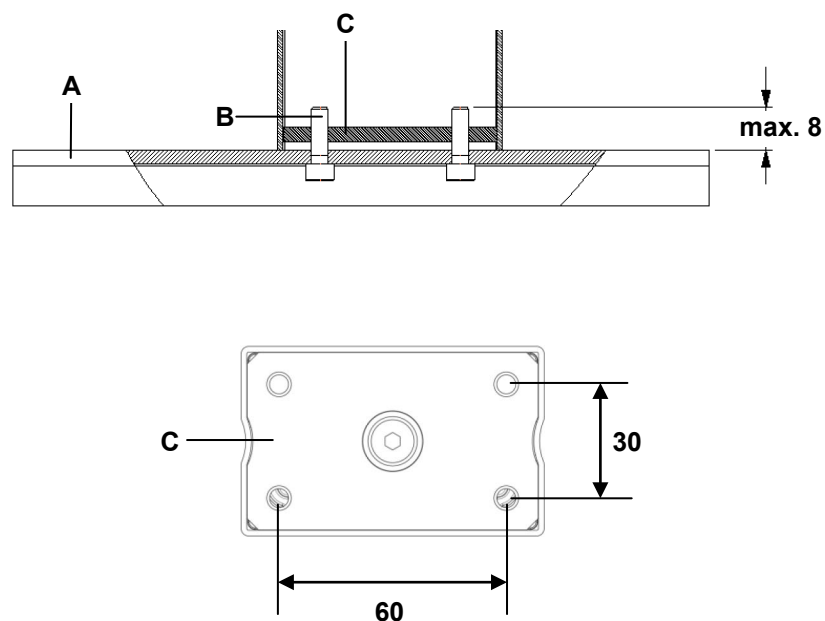
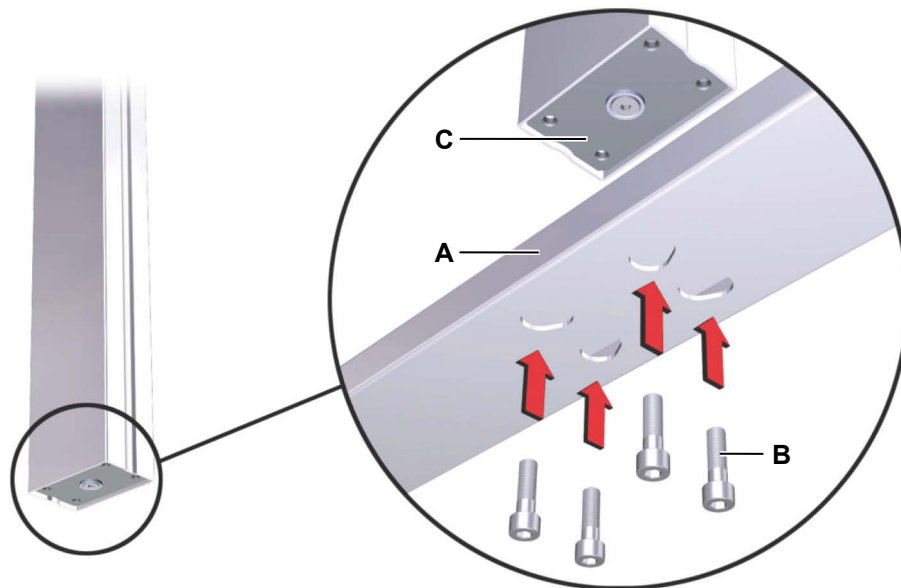

Abbildung 19 Montage Tischfuß (Angaben in mm)
Abbildung 20 Montage Tischfuß
- Verwenden Sie Schrauben M6 (Festigkeitsklasse 8.8), wie in Abbildung 19 gezeigt. Das Anzugsdrehmoment darf maximal 10 Nm betragen.
- 1 Schrauben Sie den Tischfuß mit vier Schrauben an das Fußende der Hubsäulen DD11 und DD21, wie in Abbildung 20 gezeigt (maximales Anzugsdrehmoment 10 Nm). Die Montagemaße entnehmen Sie Abbildung 19.